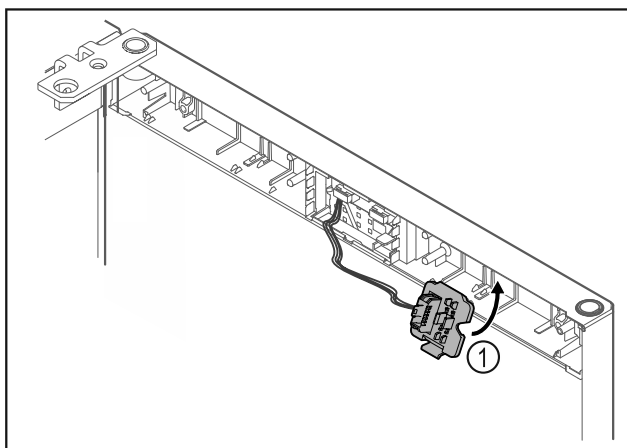

Fig. 19
- ▶ Κουμπώστε το στήριγμα του φινι Fig. 19 (1) στην απέναντι πλευρά.